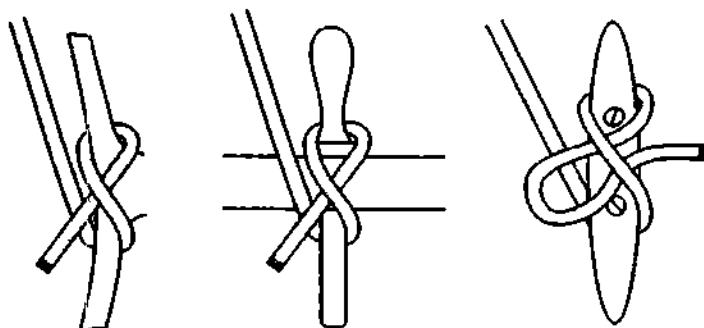

Рис. 581. Крепление снастей бегущего такелажа на парусном судне. Для наглядности показана только одна «восьмёрка».
**Самозатягивающийся полуштык с «восьмёрками»** выдерживает очень сильную нагрузку – трос может порваться, но узел никогда не развязывается (рис. 581). Если подобным образом связать узел с большим количеством «восьмёрок», прочность узла увеличится в арифметической прогрессии. Полуштыки прекрасно гасят переменную нагрузку, и узел уже не боится даже изменение направления тяги. Такими узлами, моряки надёжно крепят трос к кнехту, утке, кофель-нагельной планке на более длительное время.